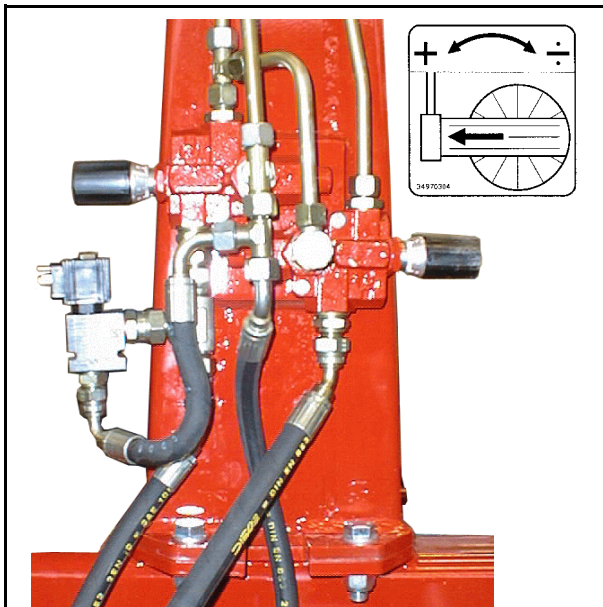

Fig. 7-1
- 7.1 Start motoren og la den gå på ca. 2400 omdreininger pr. minutt.. Oljetilførselen til pakkemaskinen reguleres ved hjelp av to justerings-ventiler som sitter bak på maskinens "hals" (Se fig. 7-1).